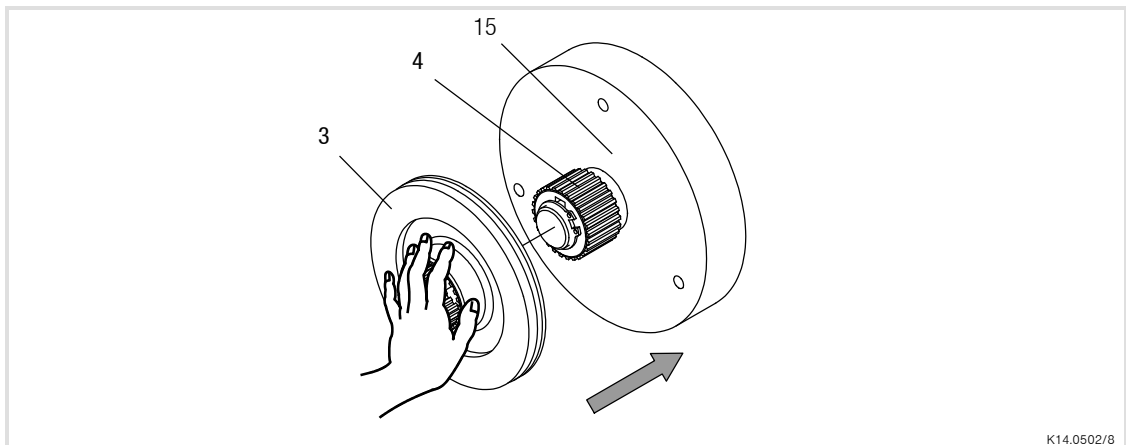

Рис. 3 Монтаж ротора
1. Ротор (3) надвинуть на ступицу (4) и проверить, можно ли его сдвинуть вручную (Рис. 3).